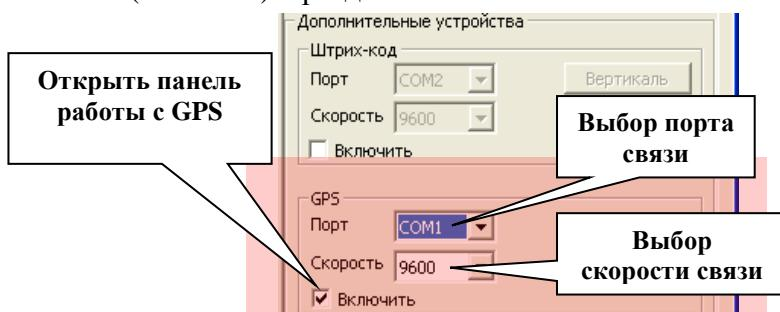

Рис. 3.37 - Настройка GPS в параметрах сканирования
- Вызов панели из параметров сканирования. Для этого необходимо запустить режим сканирования программы GeoScan32 и в параметрах поставить галочку напротив надписи: «Включить» (Рис. 3.37) в разделе «GPS».